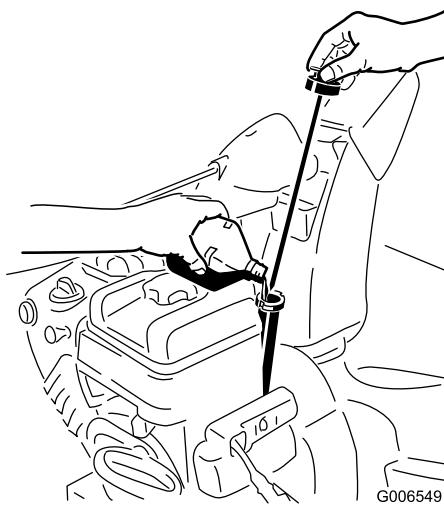

Figure 44
- Ressortez la jauge et vérifiez le niveau d'huile (Figure 44). Faites l'appoint si le niveau est en dessous du repère « Add » sur la jauge. Voir 6 Plein d'huile moteur (page 11).